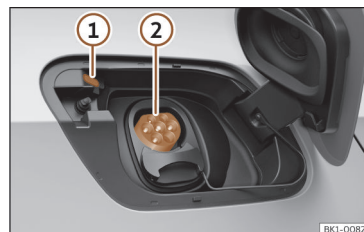

Fig. 56 Por trás da tampa de carregamento da bateria na parte traseira direita: tomada de carregamento.
>>> **Fig. 56**
O LED (indicador do processo de carregamento) da tomada de carregamento pisca e emite cintilações brancas >>> Fig. 56 ① >>> Página 81.